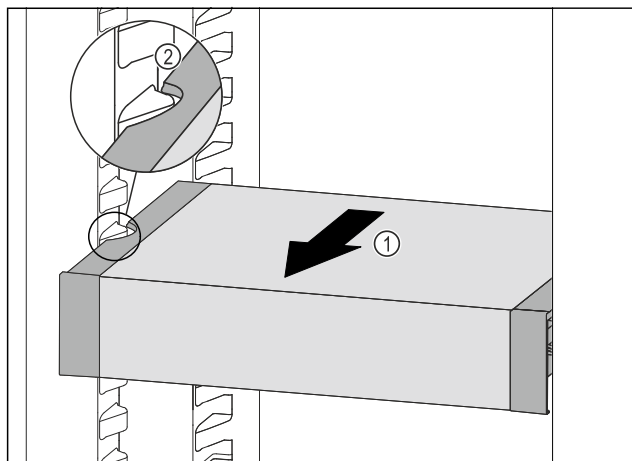

Fig. 144
- Tirare VarioSafe in avanti Fig. 144 (1) fino a quando le cavità laterali di VarioSafe non si trovano al livello della nervatura del contenitore nel vano frigorifero. Fig. 144 (2)